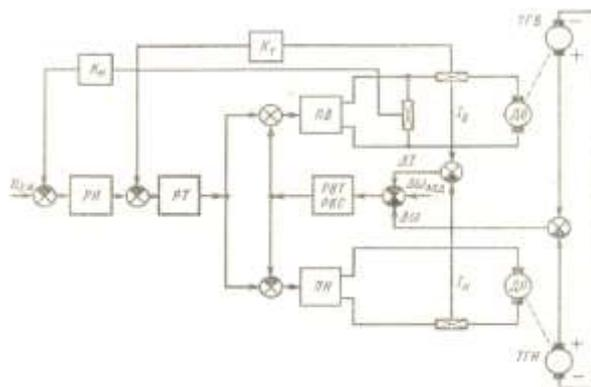

Рисунок 2 – Схема выравнивания скоростей и токов с групповым управлением
2. Назначение командоконтроллера К (рисунок 2).
3. Каким образом осуществляется пуск двигателя (рисунок 2)?
4. Назначение «педали внимания» (рисунок 2).
5. Какие два способа установки миксера в заданном положении применяются в схеме (рисунок 2)